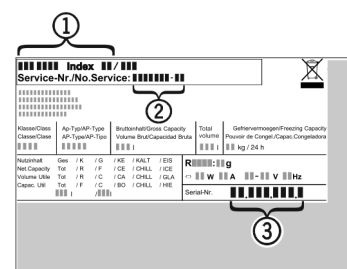

Fig. 11
- ▶ Lugege tüübisildilt maha seadme nimetus Fig. 11 (1), teenindusnr Fig. 11 (2) ja seerianr Fig. 11 (3). Tüübisilt asub seadme vasakul siseseinal.
- ▶ Teavitage klienditeenindust ja edastage viga, seadme nimetus Fig. 11 (1), teenindusnr Fig. 11 (2) ja seerianr Fig. 11 (3).